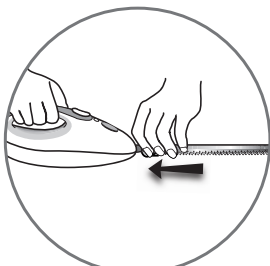

Fig 2
2. L'appareil n'étant pas branché, introduire à fond les extrémités des lames (tranchant dirigé vers le bas) dans le bloc moteur (4) en pinçant les gardes (5) (fig. 2). Après introduction relâchez la pression pour permettre le clipsage des lames, ce qui se confirme par un léger déclic.
2. With the appliance unplugged, introduce the ends of the knives fully (cutting edge downwards) into the motor unit (4) while pinching the protections (5) (fig. 2). Once in place, release pressure to allow the knives to clip into place. When this happens, you will hear a slight click.
2. Aangezien het apparaat niet is aangesloten dienen de uiteinden van de messen (snijoppervlak naar beneden gericht) in het motorblok (4) te worden aangebracht door de messenhouders op elkaar te klemmen, (5) (fig. 2). Na het inbrengen, loslaten om het vastklikken van de messen mogelijk te maken, hetgeen bevestigd wordt door een lichte 'klik'.
2. Bei gezogenem Gerätestecker die Klingenenden mit der Schneide nach unten bis zum Anschlag in den Motorblock (4) einführen und dabei den Fingerschutz (5) zusammendrücken (Abb. 2). Nach dem Einführen der Messer den Fingerschutz loslassen, damit die Klingen hörbar einrasten.